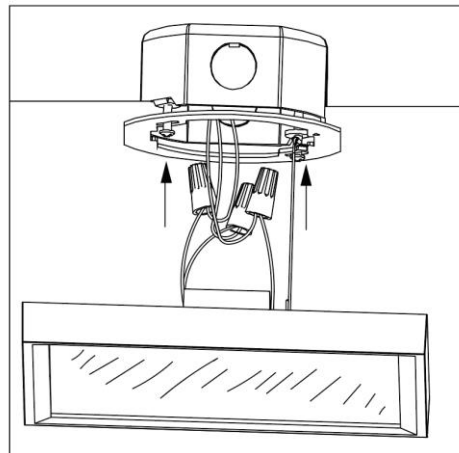

Figura 6
7. **Utilice las tuercas para cables** para conectar el cable negro del equipo al cable de suministro de energía negro y el cable blanco del equipo al cable de suministro de energía blanco, como se muestra en la *Figura 6*.